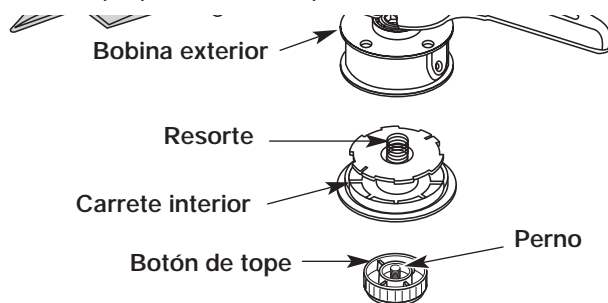

Fig. 27
2. Saque el carrete interior de la bobina exterior (Fig. 27).
3. Saque el resorte del carrete interior (Fig. 27).
1. Sostenga la bobina exterior con una mano y desenrosque el botón de tope en sentido antihorario (Fig. 27). Inspeccione el perno dentro del botón de tope para verificar que se mueva con libertad. Cambie el botón de tope si está dañado.
2. Saque el carrete interior viejo de la bobina exterior (Fig. 27).
3. Saque el resorte del carrete interior viejo (Fig. 27).